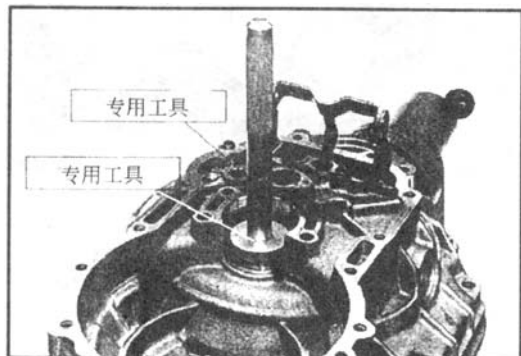

图 4-63 调整输出轴（一）
(1) 放入 0.65mm 厚的调整垫片，用专用工具将输出轴前轴承外圈压入轴承座中，如图 4-63 所示。